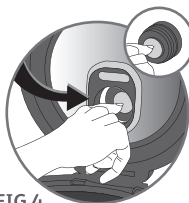
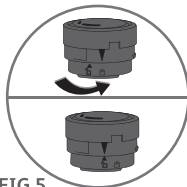

FIG.4
FIG.5
- După îndepărtarea capacului interior, împingeți cu un deget supapa de micro-presiune prin gaura de pe partea de dedesubt a capacului – **Fig.4**. Pentru a separa partea superioară și inferioară ale micro-supapei de presiune, rotiți supapa în direcția de deblocare prin rotirea triunghiului de sus până când acesta este aliniat cu simbolul de lacăt deschis, apoi separați-le – **Fig.5** și **Fig.6**.